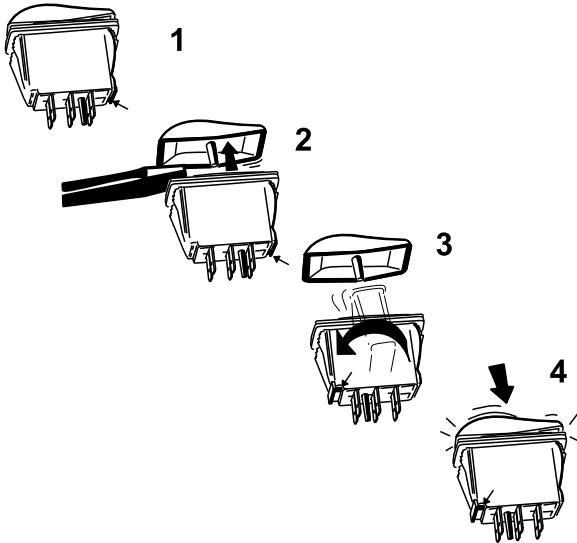

Bild 22
- B. Entfernen Sie die Abdeckung des Kippschalters vorsichtig mit einem flachen Schraubenzieher oder ähnlichem Werkzeug (Bild 22).
- C. Halten Sie die Schalterabdeckung fest und drehen Sie das Schaltergehäuse um 180 Grad, sodass die Steckerkerbe vorne links ist (Bild 22).
- D. Drücken Sie die Abdeckungen des Kippschalters auf die Schaltergehäuse in dieser neuen Ausrichtung, bis sie einrasten (Bild 22).